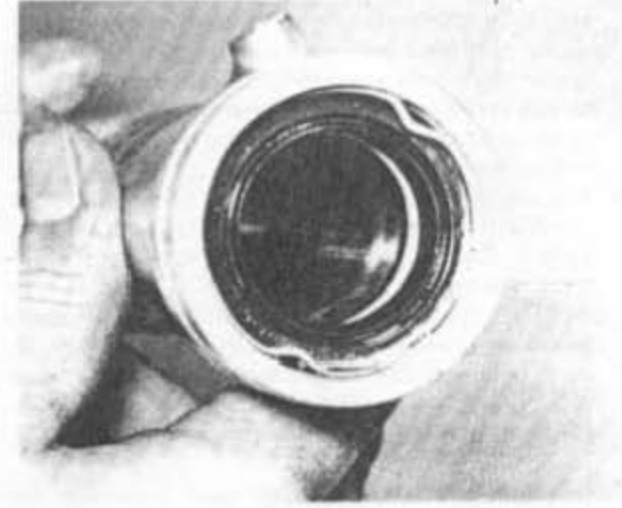

Bild 230
- Der Wellendichtring, welcher oben im Gabelgleitrohr eingesetzt ist, darf nur ausgebaut werden, wenn er zu erneuern ist, da er beim Ausbau fast unweigerlich Schaden nimmt. Er wird durch einen Sprengring in seiner Lage gesichert (Bild 230).